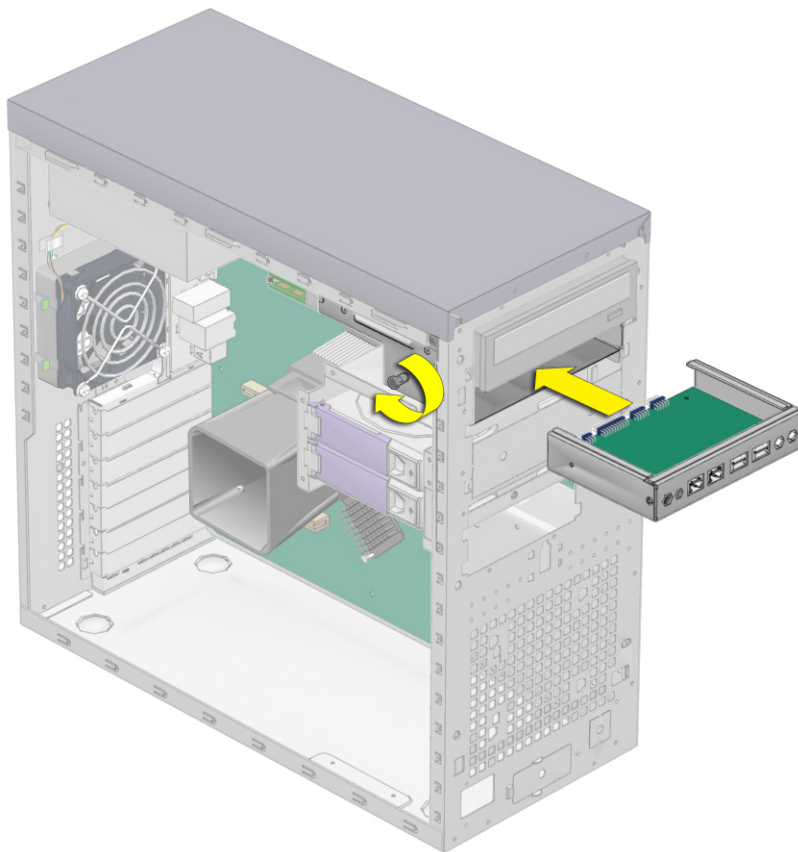

图 4-32 安装 I/O 板组件
3. 推移 I/O 板，使其通过金属 I/O 板框架的背面，直到前面板与前护盖开口齐平（参见图 4-32）。